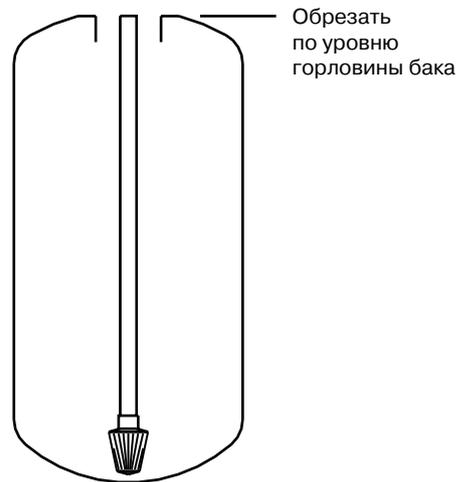

Рис. 2. Обрезка трубы дистрибьютора
2. Установите и отцентрируйте распределительную трубу с нижней корзиной в корпусе установки (рис. 2, 3). **Внимание:** не надавливайте на распределительную трубку во избежание поломки корзины.
3. Обрежьте трубу дистрибьютора в соответствии с рис. 2. При использовании адаптера 4"x2,5" (корпуса с горловиной 4') для установки управляющего клапана указанный размер отсчитывается после установки адаптера.